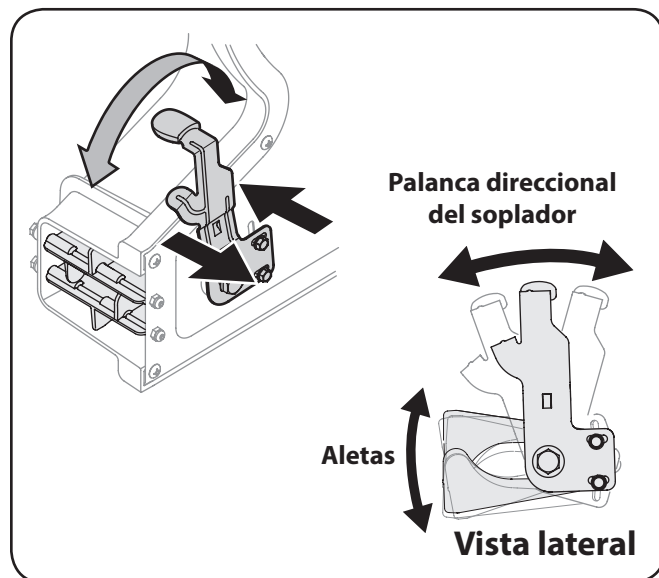

Figura 4-3
1. Tire de la palanca hacia afuera del soplador. Consulte la Figura 4-3.
2. Mueva la palanca para dirigir el caudal de aire hacia arriba y abajo. Consulte la Figura 4-3.